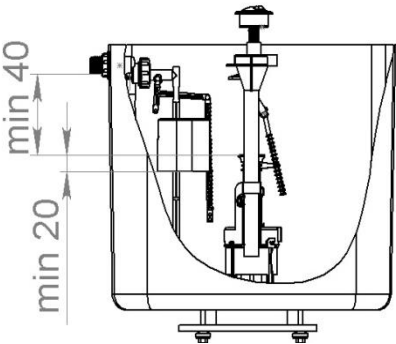

Рис. 4
2. Отрегулируйте трубу перелива 11 на клапане выпуска так, чтобы расстояние от края трубы до нижнего края бокового отверстия было не менее 40 мм (рис. 4). Для освобождения и фиксации трубы перелива отверните и заверните гайку12. (рис .2)
Отсоединяем поплавков 5 от регулирующего стержня 4 и перемещаем вдоль стойки 7 так, чтобы нижняя плоскость поплавка, в поднятом состоянии, должна быть на расстоянии 20 мм ниже верхнего края трубы перелива (см. Рис. 4). После защелкиваем стержень 4 на поплавке 5.